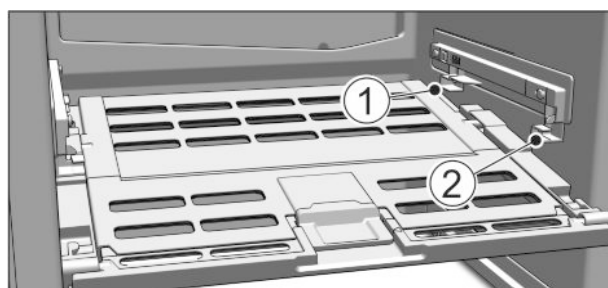

Fig. 48
- ▶ Nasazení víka přihrádky na ovoce a zeleninu: Výstupky víka zaveďte zdola do zadních držáků *Fig. 48 (1)* a vpředu zaklesněte do držáku *Fig. 48 (2)*.